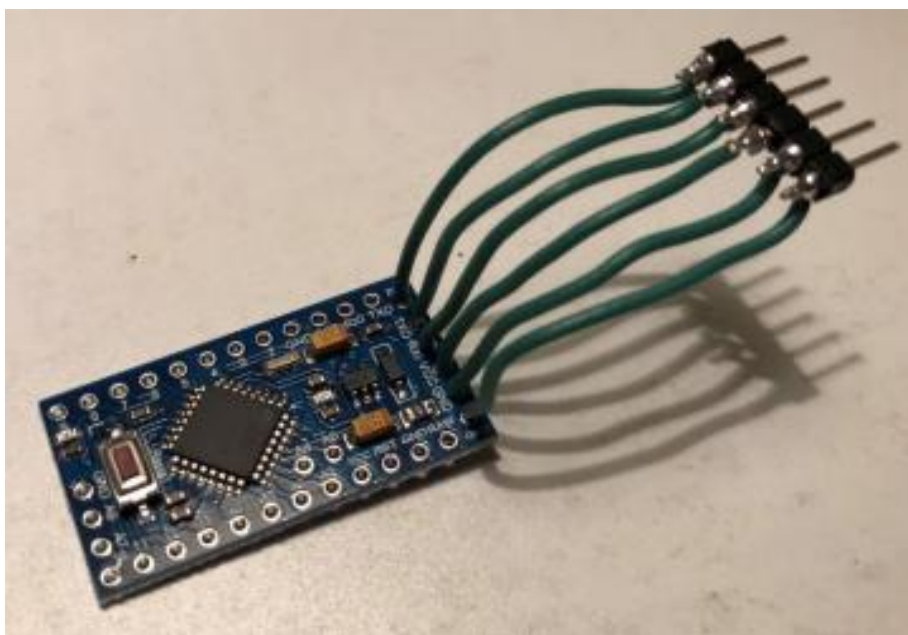

Figura 5: Arduino con contatti di programmazione;
1. V. Figura 5. Staccare 6 terminali da una striscia di piedini dritti. Saldare un filo di circa 5 cm ai terminali. Durante lo sviluppo, questo connettore verrà utilizzato per scaricare il software, testare il sistema e fornire inizialmente alimentazione (3,3 Volt). Il fissaggio del connettore in questo modo ne faciliterà la rimozione quando il sistema sarà pronto per il volo.